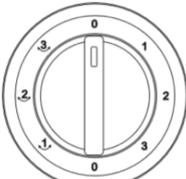

figura 1
3. Gira la perilla de mando de control para seleccionar la velocidad del ventilador. Si deseas habilitar la función de oscilación donde el ventilador oscila de lado a lado, elígelo también en la perilla. Observa las posiciones disponibles en la figura 1.